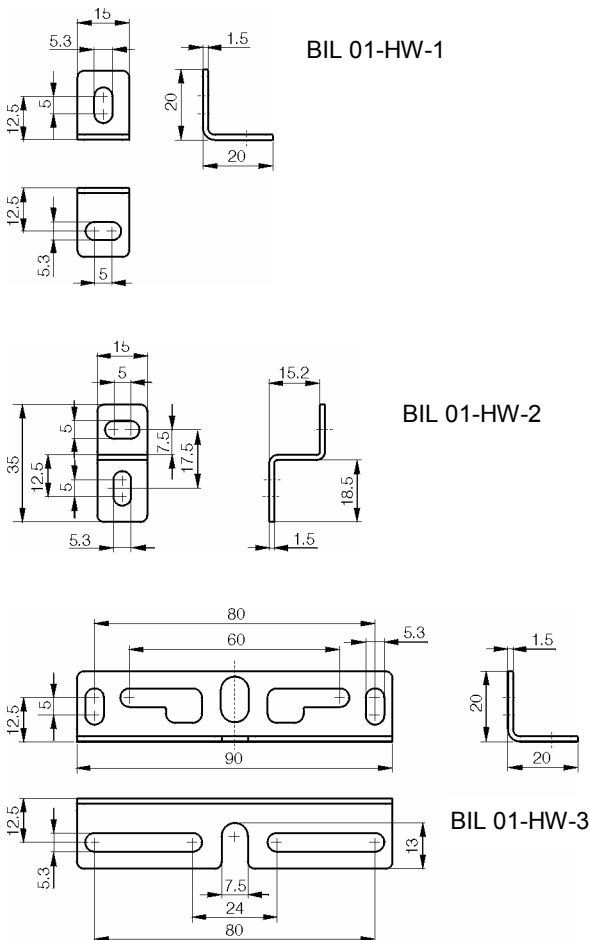

Bild 9: Haltewinkel
- Optional sind verschiedene Haltewinkel lieferbar (siehe Bild 9).